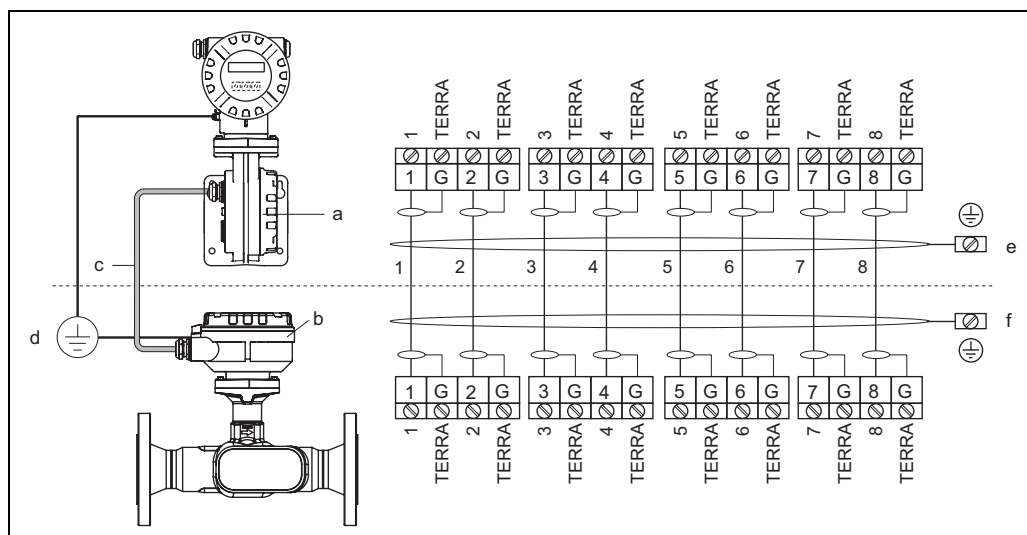

Fig. 13: Collegamento della versione separata
- La versione separata deve essere messa a terra. Il sensore e il trasmettitore devono essere connessi al medesimo livello di potenziale (vedere Fig. 13, d).
3. Cablare il sensore e il trasmettitore in base allo schema del collegamento elettrico: vedere Fig. 13 o lo schema elettrico contenuto nel coperchio del vano connessioni.